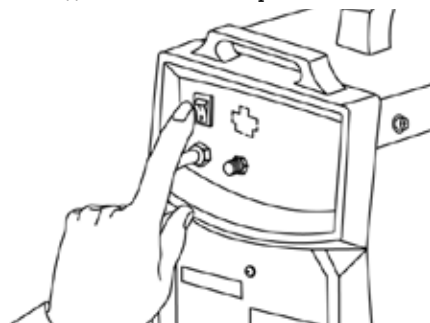

Рис. 9.3. Включение аппарата.
2. Включите аппарат (См. рис. 9.3).